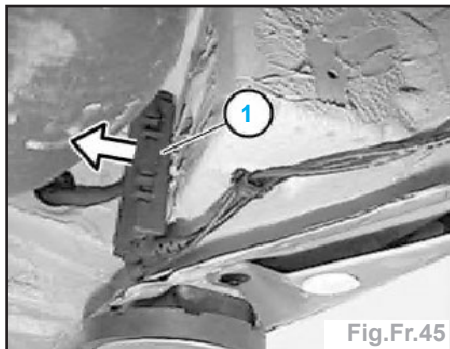

Fig.Fr.45
- Ouvrir le boîtier de connecteurs (1) (fig.Fr.45).